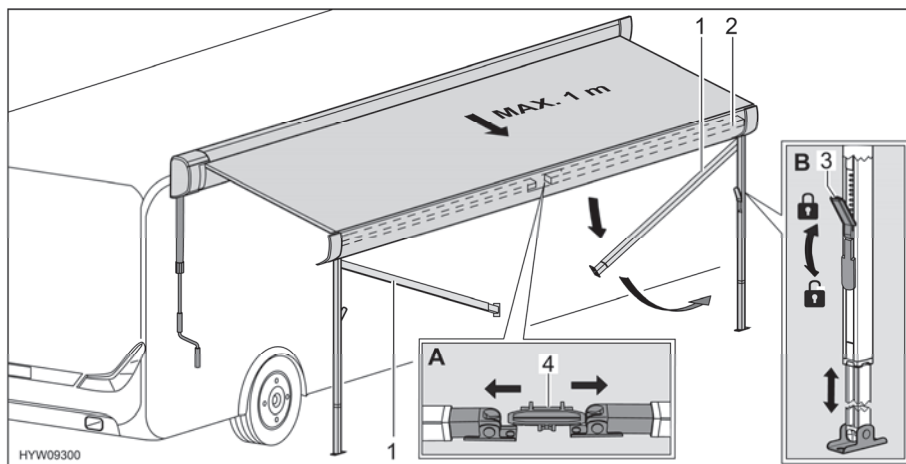

Fig. 21 Préparer les pieds d'appui
- Détacher les pieds d'appui (Fig. 21,1) de sur leur support (Fig. 21,4) situé dans le listeau frontal (Fig. 21,2). Pousser pour ce faire légèrement les pieds d'appui vers l'extérieur (Fig. 21,A).
- Débloquer les dispositifs de verrouillage (Fig. 21,3) des pieds d'appui. Pour ce faire, rabattre le levier de verrouillage vers le bas.
- Faire sortir la partie inférieure des pieds d'appui à la longueur désirée (Fig. 21,B).
- Bloquer les dispositifs de verrouillages (Fig. 21,3) des pieds d'appui. Pour ce faire, rabattre le levier de verrouillage vers le haut.